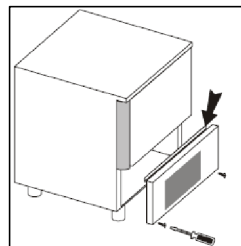

Fig.7
- * Retire o painel perfurado cuidadosamente com uma chave phillips.(Fig.7)